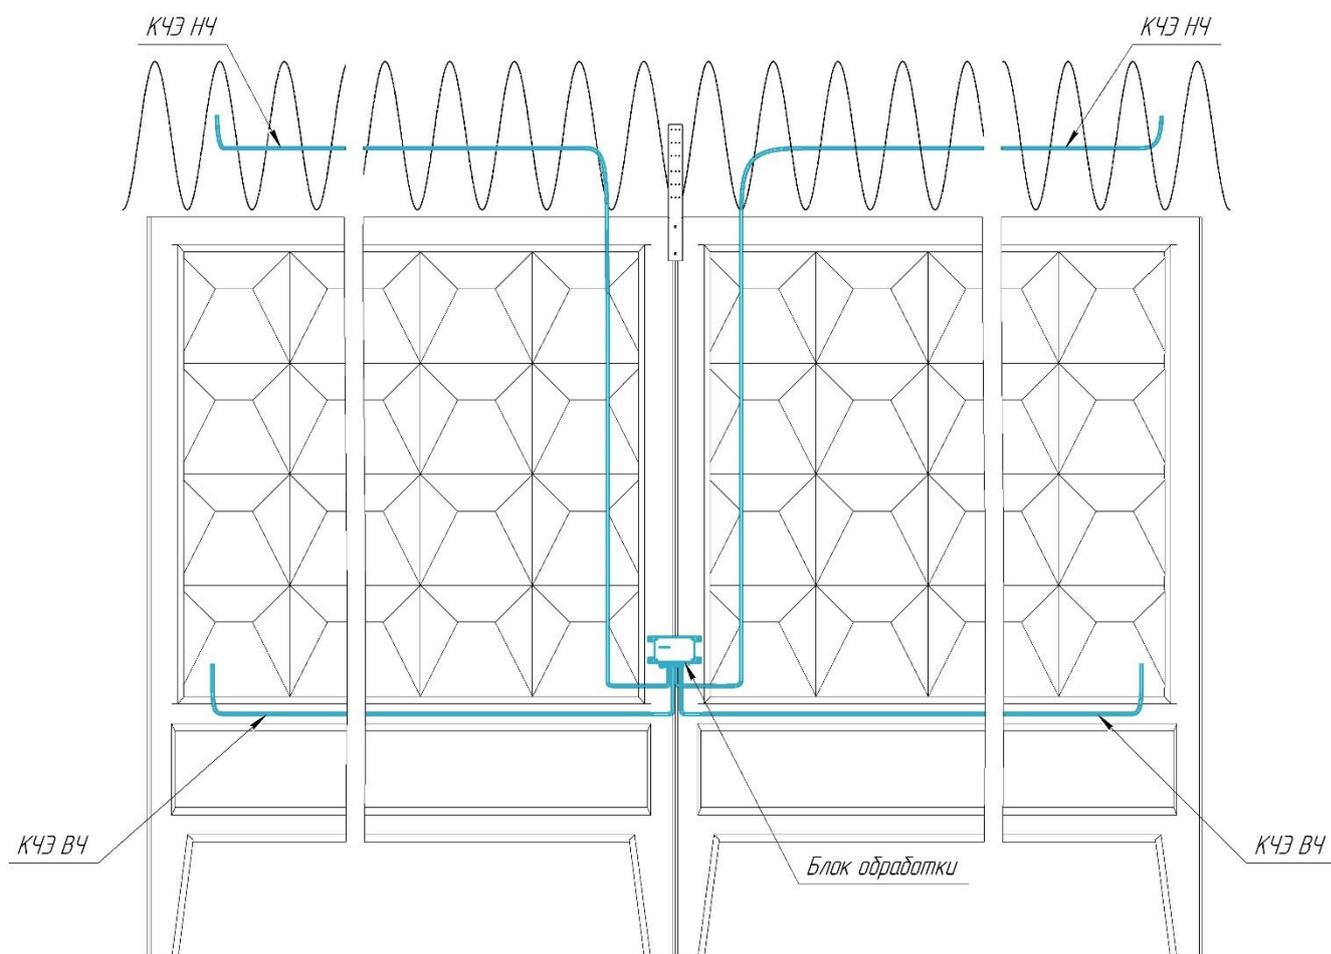

Рисунок 8
3) кабельные ЧЭ НЧ проложить вдоль АКЛ и АСКЛ крепить жестко на равноудаленном расстоянии от краев АКЛ или АСКЛ пластинами из состава комплекта монтажных частей КМЧ-СК (Рисунок 8). Комплект монтажных частей КМЧ-СК в состав не входят, приобретаются отдельно.